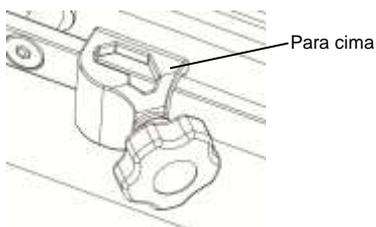

Figura 6-5 Instalação correta da braçadeira
1. Como demonstrado na Figura 6-5, deslize o compartimento da braçadeira no trilho lateral da mesa de operação.
- Certifique-se de instalar corretamente a braçadeira, como demonstrado na Figura 6-5. Caso contrário, pode cair e causar ferimentos e/ou danos a propriedades.